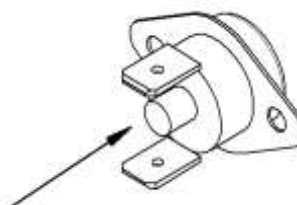

Рисунок 21 Предохранительное термореле
3. Нажмите маленькую кнопку на термореле (Рисунок 21). Если термореле было заблокировано, при разблокировке будет слышен щелчок. Поместите крышку на место.